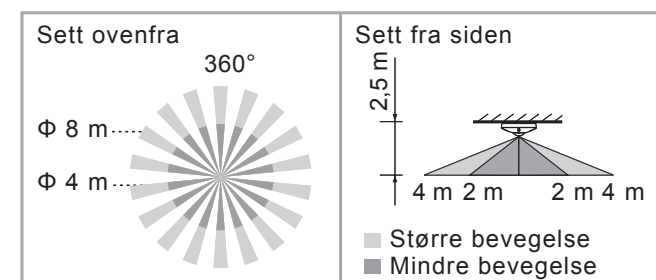

FIG. 2
3.1.1 Detektorene kan installeres i en høyde på 2-5 m, men det anbefales en høyde på 2,5 m for å oppnå et optimalt registreringsmønster. Overvåkningsområdet kan nå opp til en diameter på 8 m og en registreringsvinkel på 360° (se FIG. 2).